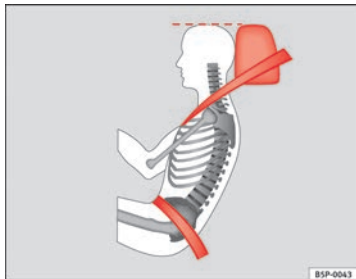

Abb. 14 Richtiger Gurtbandverlauf und richtige Kopfstützeinstellung von der Seite betrachtet
- Das Beckengurteile des Sicherheitsgurtes muss vor dem Becken verlaufen und niemals über dem Bauch. Dabei muss der Gurt flach und fest am Becken anliegen ⇒ Abb. 14. Ziehen Sie das Gurtband gegebenenfalls etwas nach.